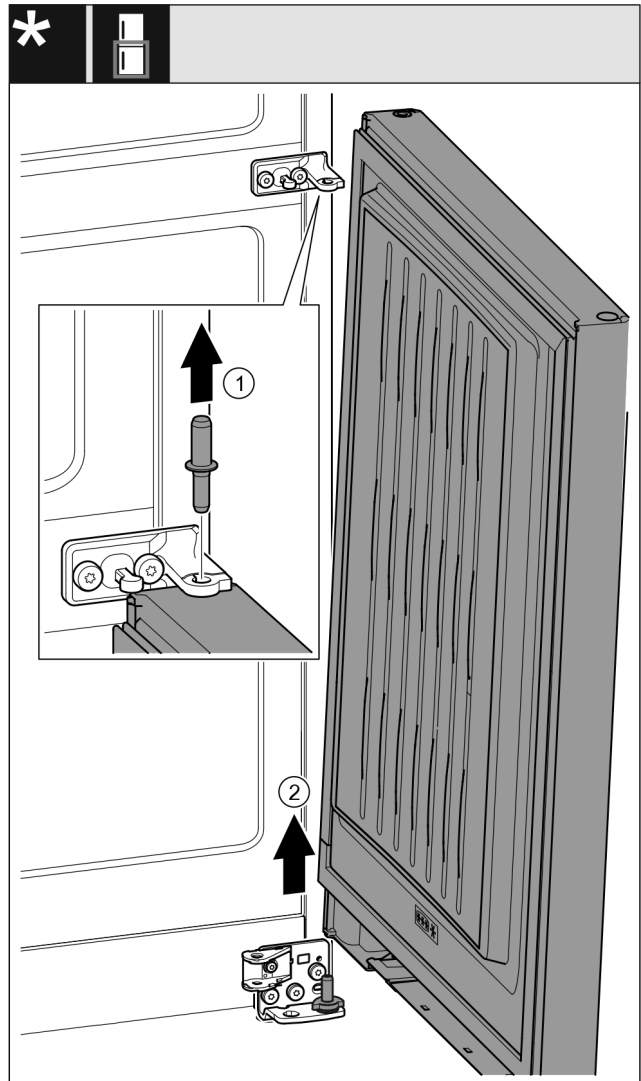

Fig. 23\*
- ▶ Ta ut bulten genom att dra den uppåt. Fig. 23 (1)\*
- ▶ Sväng ut dörren, dra den uppåt och ställ den åt sidan. Fig. 23 (2)\*